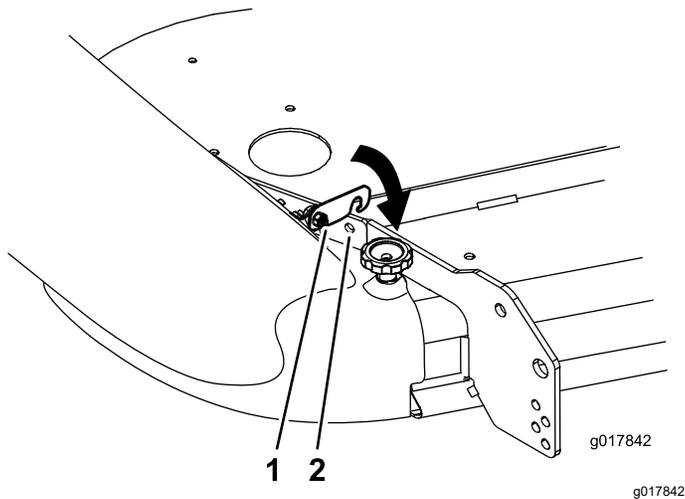

Figura 28
6. Gire el cierre hasta que se enganche en el orificio del refuerzo de la carcasa de corte (Figura 28).